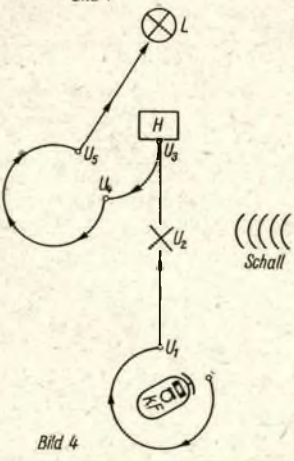

Bild 4
Alle drei Funktionen wirken natürlich zu gleicher Zeit auf das Modell ein, und das Fahrmodell reagiert in entsprechender Weise darauf. Bild 4 zeigt dafür ein Beispiel. Das Fahrmodell (kF) befindet sich in der gezeigten Ausgangsposition und bewegt sich um die eigene Achse. Nachdem es die Richtung am Punkt U1 eingenommen hat, bewegt es sich geradlinig in Richtung Lampe L. Nehmen wir an, daß beim Eintreffen am Punkt U2 mit einer Trillerpfeife oder durch
- Bild 4:** Kombiniertes Bewegungsvorgang der Schildkröte